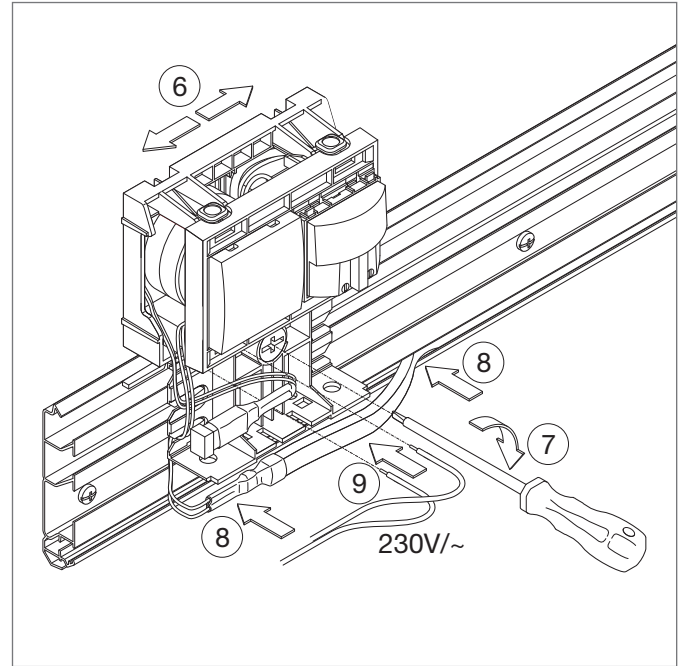

Abbildung 8
3. Geräteträger fixieren (Abb. 8)
4. Trafo und Bewegungsmelder anschließen (Abb. 8)